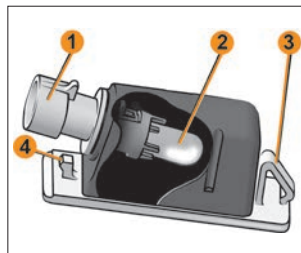

Рис. 17. Фонарь освещения номерного знака
Для замены лампы в фонаре снимите его с автомобиля. В посадочном гнезде фонарь удерживается пружинной защелкой **3** и фиксатором **4** (рис. 17).
- воздействуя с левой стороны фонаря, например, лезвием ключа выключателя зажигания, аккуратно сдвиньте его вправо и выведите фиксатор **4** из зацепления (рис. 17);
– повернув патрон **1** (рис. 17) против часовой стрелки, выньте его в сборе с лампой из корпуса фонаря и извлеките лампу **2** (рис. 17), потянув ее на себя.